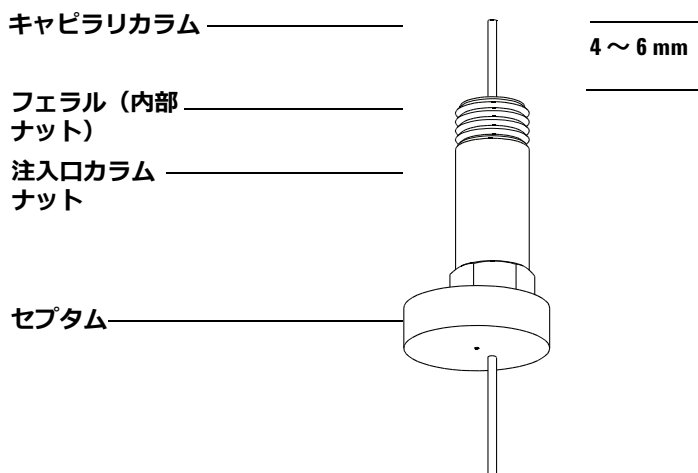

図 6 スプリット / スプリットレス注入口へのキャピラリカラムの取り付け
- 7 カラムをフェラルの端から 4 ～ 6 mm 出るように調整します (図 6)。